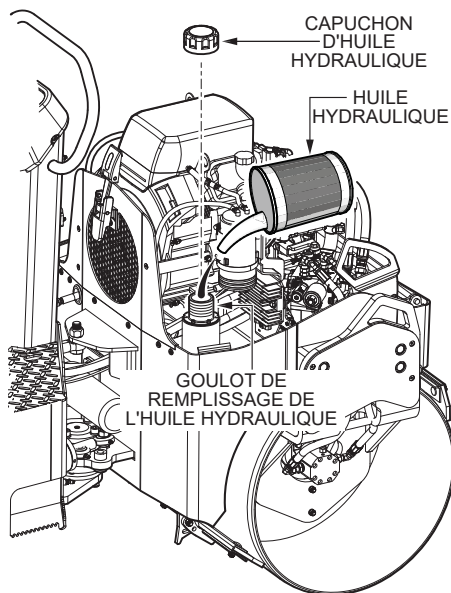

Figure 14. Port de remplissage du réservoir d'huile hydraulique
3. Si le niveau d'huile hydraulique est faible, retirer le capuchon de l'huile hydraulique (Figure 14) et remplir avec de l'huile hydraulique antiusure de type ISO 46 au niveau de fonctionnement recommandé.